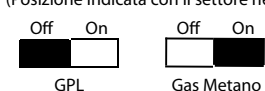

Fig. 2
2. Controllare la posizione del Selettore del Tipo di gas sul PCB in funzione del gas utilizzato e da utilizzare (Fig. 2 e Tabella A).